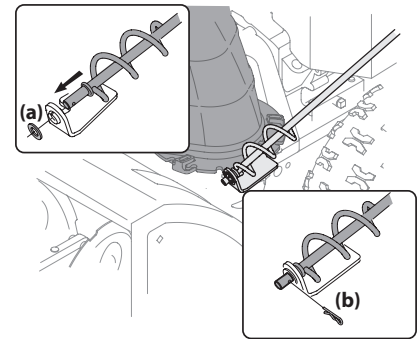

Figura 2-15
1. Quite la tapa plástica (si está puesta), la arandela plana (a) y el sujetador de horquilla (b) del extremo del conjunto del control direccional del canal. Consulte Figura 2-15.